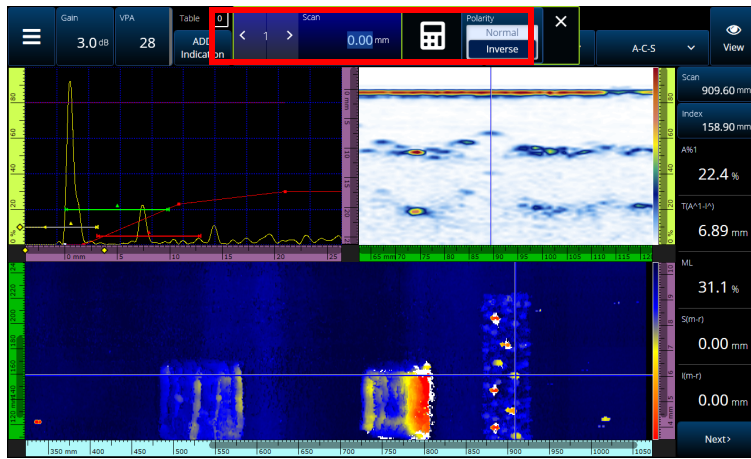

図 2-59 数値キーパッドで数値を入力して特定の位置へジャンプ
- c) Scan (スキャン) または Index (インデックス) コントロールを押します。メニューが開きます。数値キーパッドを使用して新しい値を入力するか、エンコーダーの極性を反転させることができます (119 ページの図 2-59)。